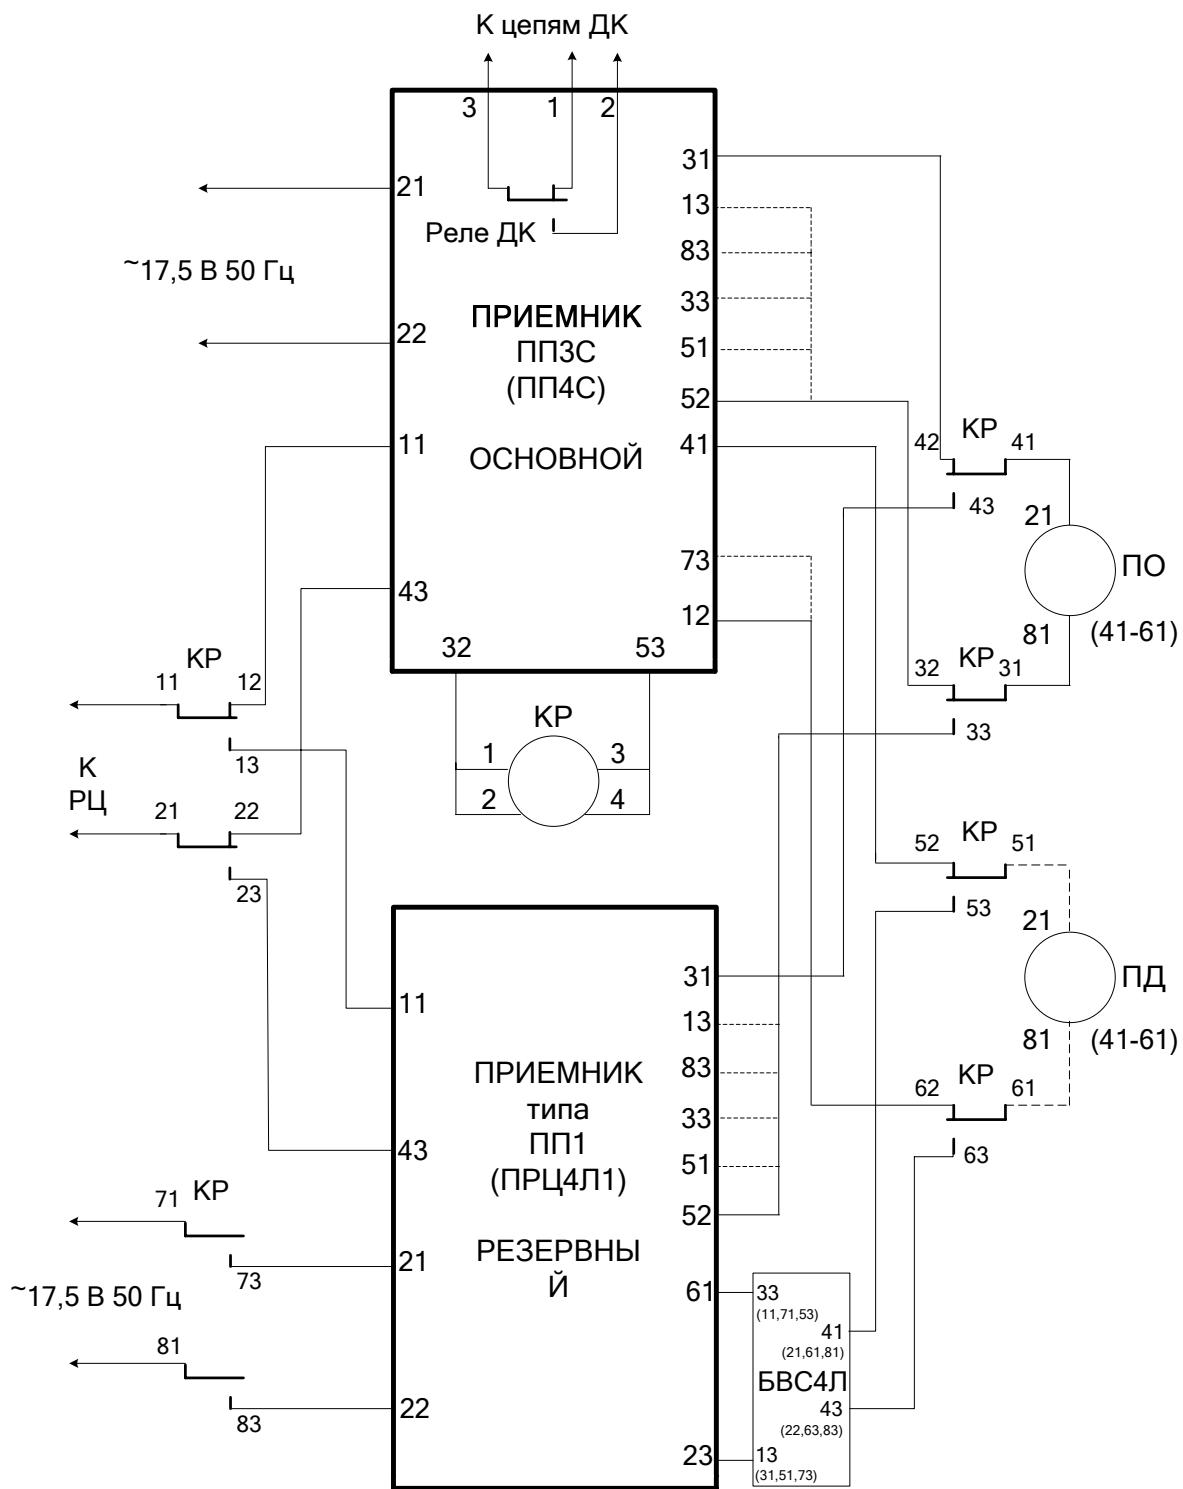

Рис.3 - Схема включения приемников ППЗС (ПП4С) с резервированием приемниками типа ПП1 (ПРЦ4Л1)
2.6 Включение **приемников** ППЗС (ПП4С) способом 2 (с резервированием приемниками типа ПП1 (ПРЦ4Л1)) осуществляется по схеме, представленной на рис.3.